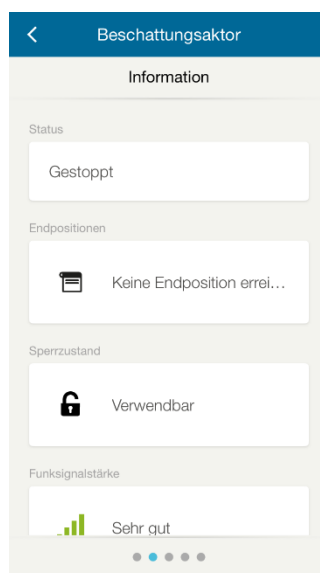

Bild 6
**Information (Bild 6):** Unter Informationen erhältst du Hinweise darüber, in welcher Position sich das Beschattungselement befindet, ob es gesperrt ist sowie über die Kommunikation mit dem wibutler pro.